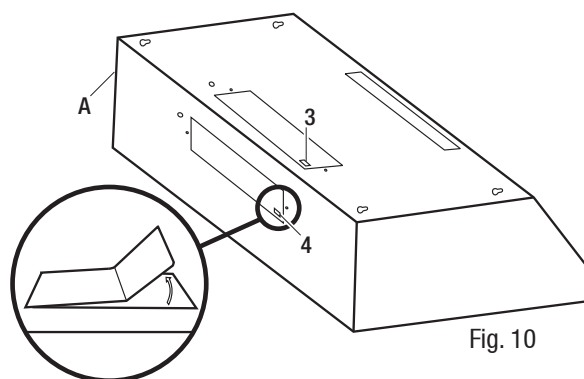

Fig. 10
- Choisir le disque défonçable de ventilation à retirer selon votre type d'installation. Utiliser le trou supérieur (3) pour une installation de ventilation par le dessus et le trou arrière (4) pour une installation de ventilation par l'arrière.
- Retirer doucement le couvercle (3 ou 4) du trou de ventilation approprié en utilisant un tournevis à tête plate ou d'une pince à bec effilé (voir Fig.10). Faire très attention de ne pas laisser de morceaux à l'intérieur de la hotte (A).